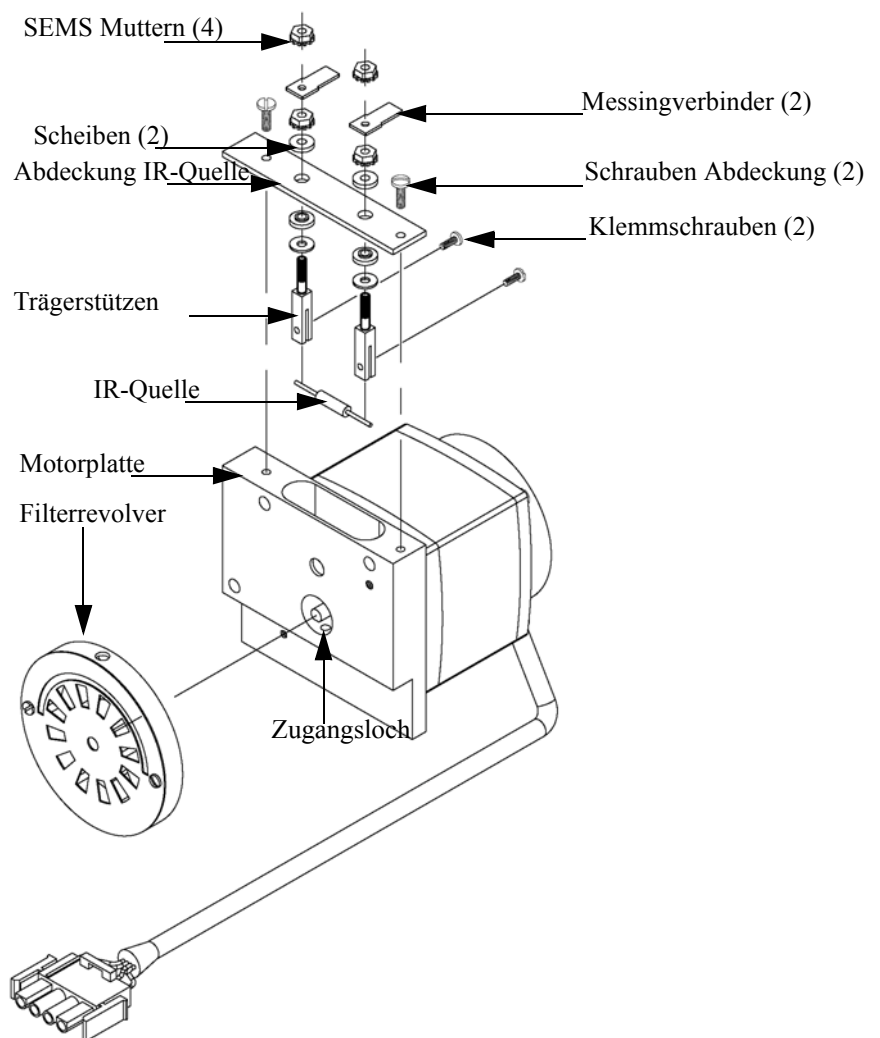

Abb. 7-5. IR-Lichtquelle tauschen
Zum Tauschen der infraroten Lichtquelle bitte wie folgt vorgehen (Abbildung 7-5).
4. Führen Sie den 5/64“ Inbusschlüssel durch das Zugangsloch unten in die Motorplatte ein, lösen Sie die Madenschraube/Gewindestift, die zur Befestigung des Filterrevolvers am Motorschaft dient und drücken Sie den Filterrevolver vorsichtig vom Schaft des Motors herunter (siehe auch Abbildung 7-5).